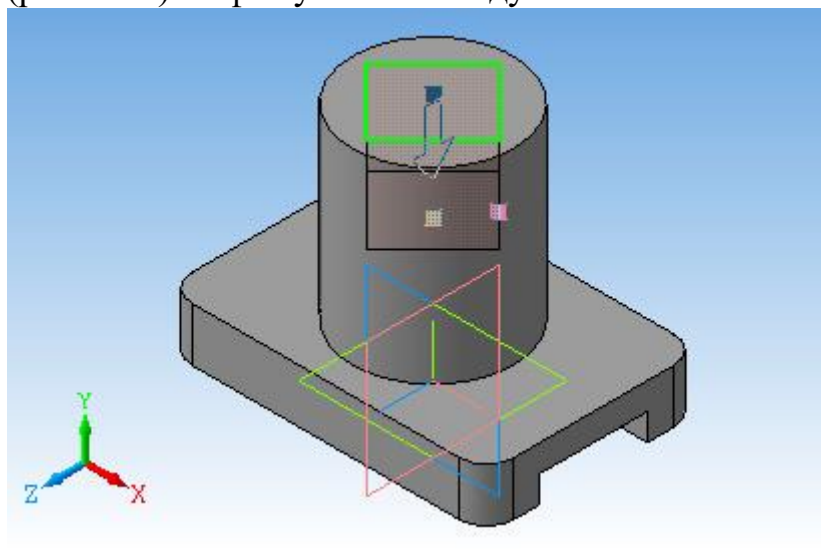

Рис. 8.12
11. Вибрати команду  Редагування деталі -  *Вирізати видавлюванням*. На Панелі властивостей вибрати *На відстань*, задати відстань - 35 (рис. 8.12). Зафіксувати команду.